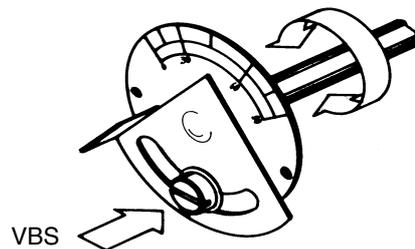

Fig. 45
- Allentare la vite VBS indicata in Fig. 45 con un cacciavite, regolare la portata d'aria desiderata agendo direttamente sulla serranda.